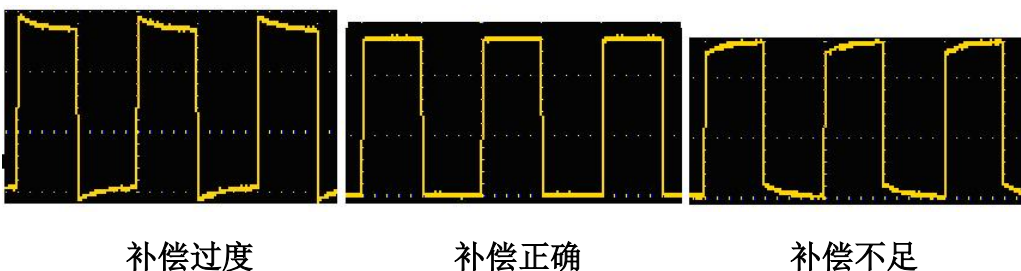
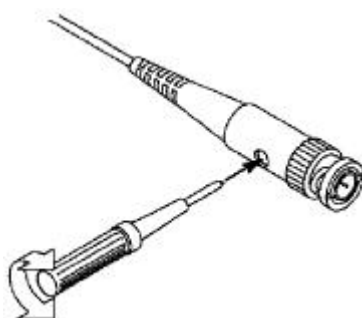

图 3-5: 探头补偿显示波形
图 3-6: 探头调整
- 2、 检查所显示的波形，调节探头，直到补偿正确。见图 3-5，图 3-6。